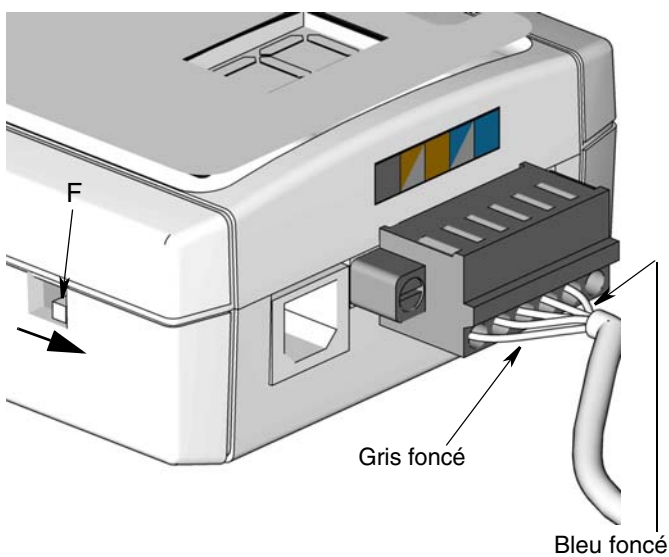

FIG. 9
REMARQUE : Les fils gris foncé et bleu foncé identifiés à la FIG. 9 sont identifiés comme une référence pour assurer la bonne orientation des composants lors de la connexion de l'émetteur-récepteur RS422 au câble
Notez l'emplacement et la couleur des fils dans le Schéma de câblage (FIG. 9) pour connecter correctement le câble RS422 à l'émetteur-récepteur.
2. Branchez le connecteur USB (1) au Port USB (2) de l'ordinateur. Branchez d'abord l'extrémité du cordon d'alimentation à la prise de courant de l'émetteur-récepteur (A), puis à une prise de la source d'alimentation de 120 à 240 VAC mise à la terre.
3. Assurez-vous que le commutateur de sélection (F) est réglé à la bonne position pour la connexion RS422. Référez-vous à la FIG. 9 pour les réglages de l'interrupteur.